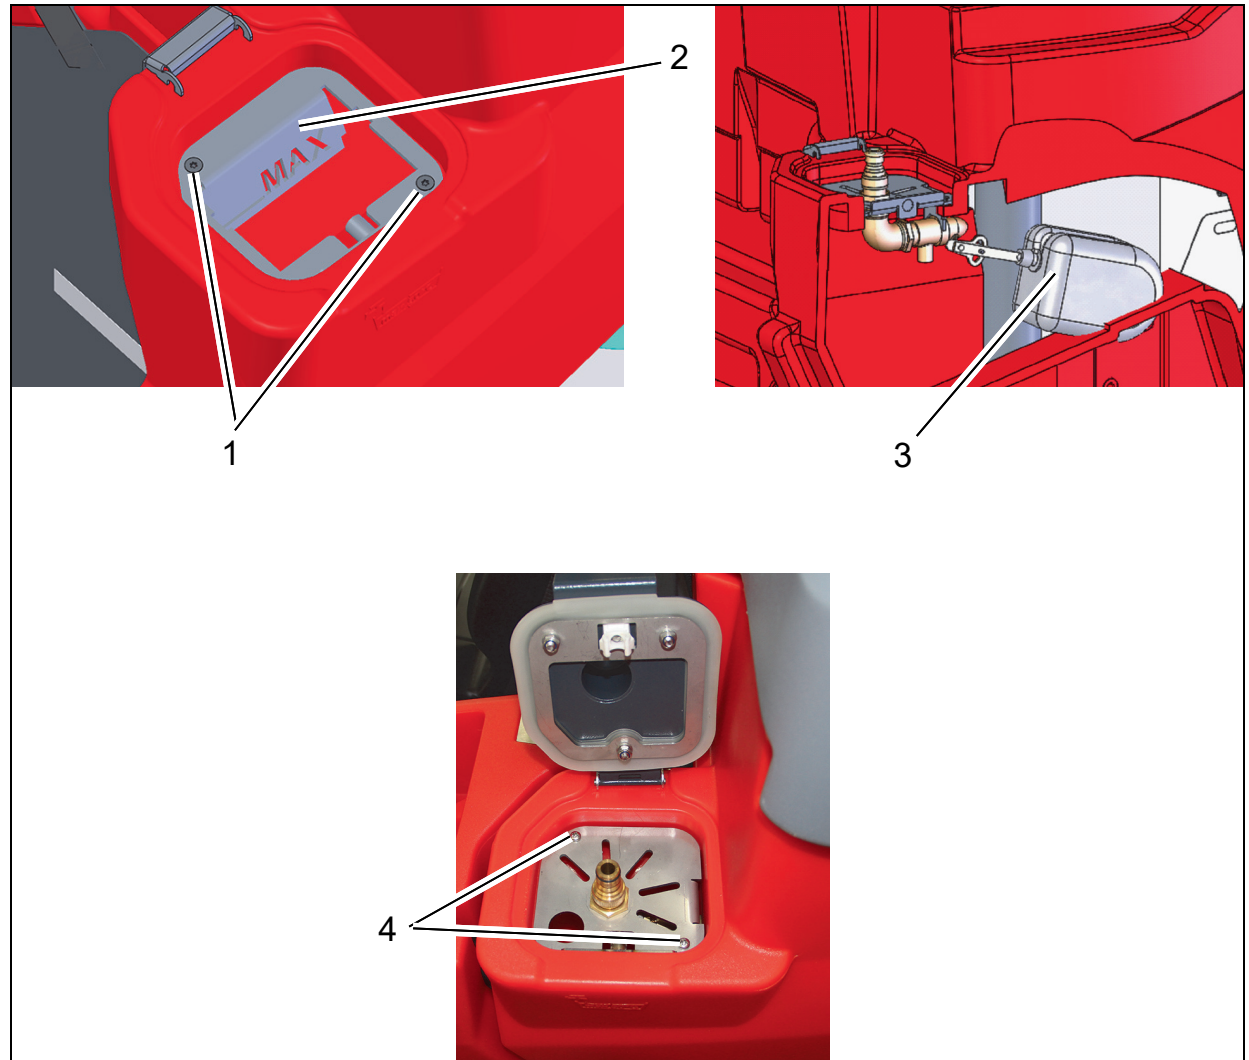

Abb. 2
1. Die beiden Schrauben (Abb. 2/1) am vorhandenen Einsatz (Abb. 2/2) lösen. Einsatz entfernen.
2. Befülleinheit laut Schnittdarstellung durch die Einfüllöffnung in den Tank einführen (Abb. 2/3).
3. Platte mit den vorhandenen Schrauben (Abb. 2/4) befestigen. Anzugsdrehmoment: 2 Nm.